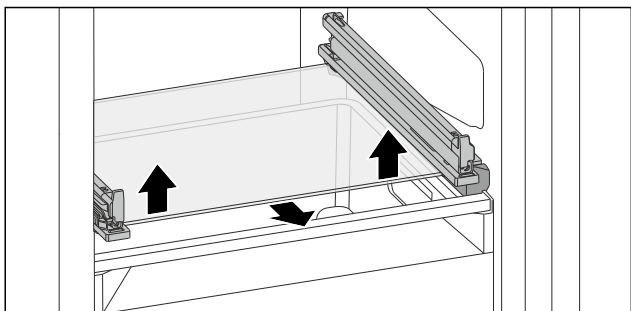

Fig. 139 Pllaka e xhamit e sirtarit me anim
- ▶ Shtyni nga poshtë pllakën e xhamit në të dyja anët në drejtimin për lart. (shihni Fig. 139)